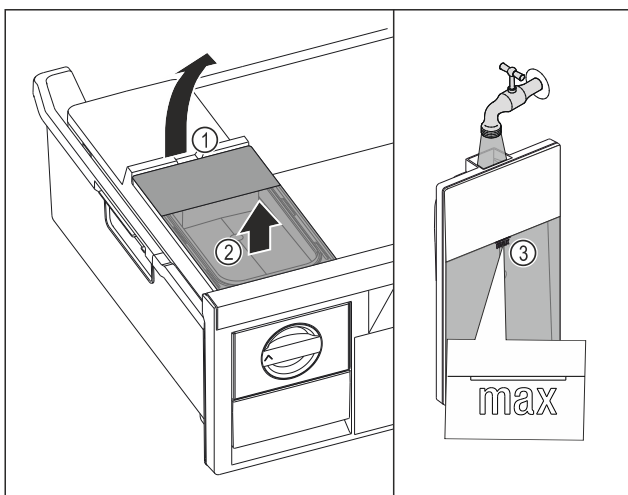

Fig. 124
- (2) Корпус с ванночкой для кубиков льда
- (3) Бак для воды
- (5) Выдвижной ящик для кубиков льда
- ▶ Поднимите бак для воды за выемку Fig. 124 (1).
- ▶ Извлеките бак для воды движением вверх Fig. 124 (2)
- ▶ Наполните бак для воды питьевой водой до отметки Fig. 124 (3).